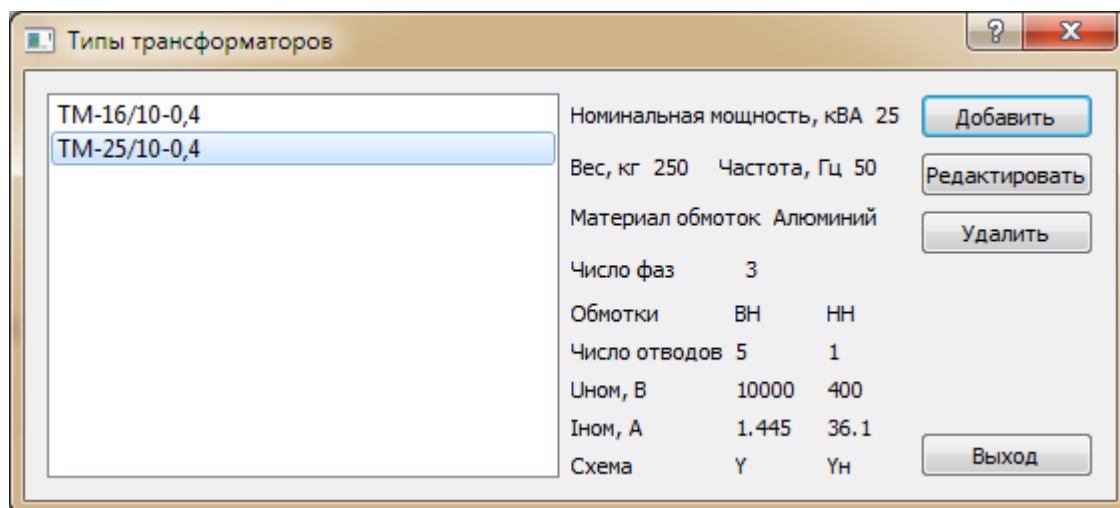

Рис. 25. Справочник типов трансформаторов
6.1.1. Открывается справочник через меню «Испытание -> Типы трансформаторов...». Внешний вид окна справочника представлен на рис. 25.